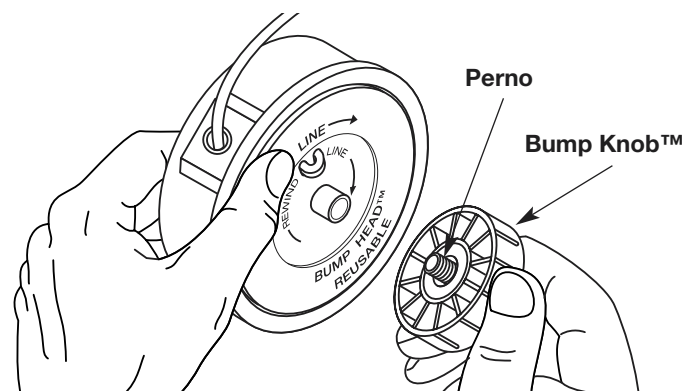

Fig. 14
1. Sostenga la bobina exterior con una mano y desenrosque la Bump Knob™ en sentido antihorario (Fig. 14). Inspeccione el perno de adentro de la perilla percusiva para verificar que se mueva con libertad. Cambie la perilla percusiva si está dañada.
1. Sostenga la bobina exterior con una mano y desenrosque la perilla percusiva en sentido antihorario (Fig. 14). Inspeccione el perno de adentro de la perilla percusiva para verificar que se mueva con libertad. Cambie la perilla percusiva si está dañada.